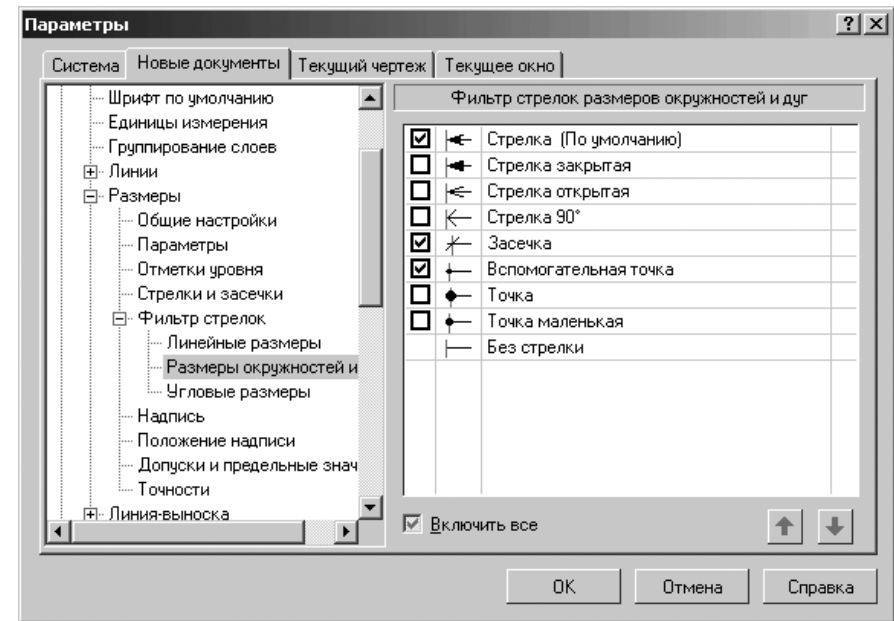

Рис. 10.28. Диалоговое окно **Параметры** с открытой вкладкой **Новые документы** и панелью **Фильтр стрелок размеров окружностей и дуг**
- щелкните в списке настраиваемых элементов **Фильтр стрелок** по пункту **Размеры окружностей и дуг**. В правой части появится панель **Фильтр стрелок размеров окружностей и дуг**, показанная на рис. 10.28;